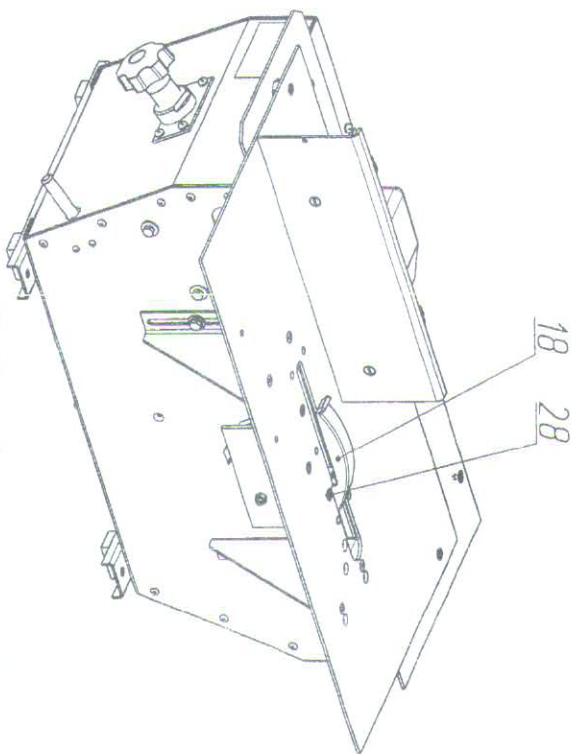

Рисунок 6
Фрезерование пазов (Рисунок 6)
- при помощи винтов **28** закрепите на плите **8** приспособление защитное **18** (Рисунок 6);